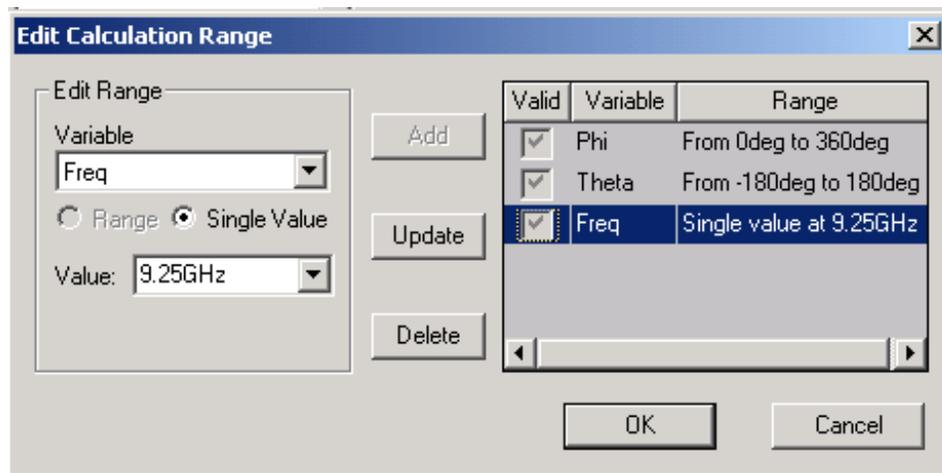

Рис. 12.17. Редактирование диапазона расчета целевой функции
1. В закладке **Goal** в диалоговом окне **Setup Optimization**, нажмите **Edit Calc. Range** (рис. 12.17).